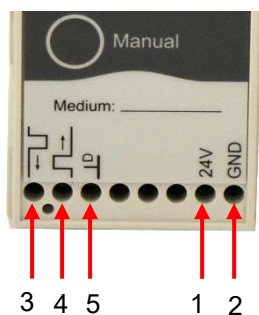

Figura 1
16. Atornille cada cable a las conexiones de abrazadera del FlowClip. Utilice la figura 1 como guía.